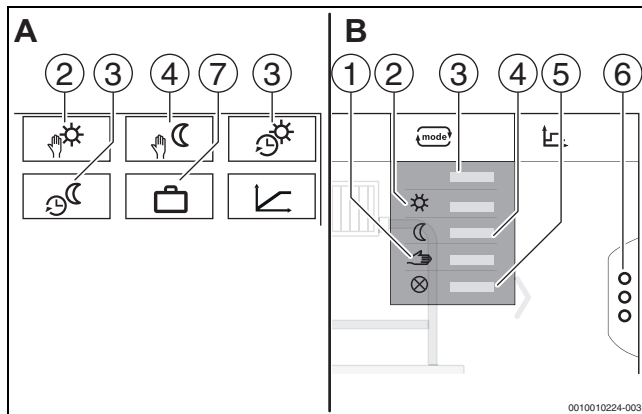
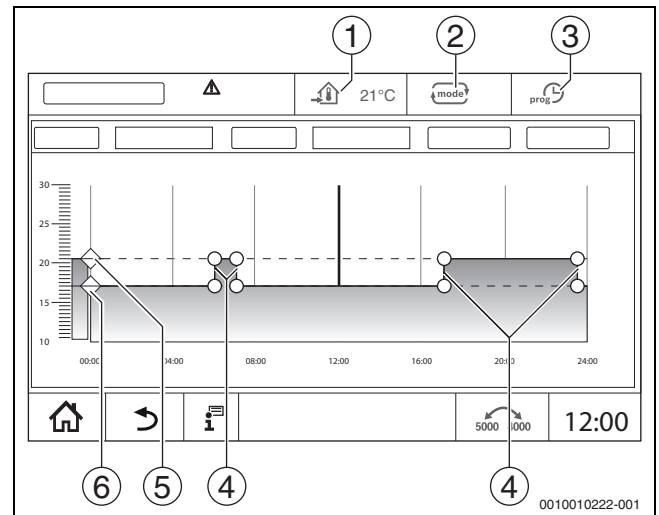

Fig. 40 Aperçus des modes de service
Fig. 41 Modification de Mode réduit automatique dans le programme horaire
Des températures et critères de commutation peuvent être personnalisés pour les modes de service (→ fig. 41, [2], page 65) et les extensions de fonctions (→ fig. 40, [6], page 40). Ces réglages peuvent être effectués séparément pour chaque circuit de chauffage et mode de service.
- **Mode chauffage manuel** (→ fig. 40, [2])
- **Mode réduit manuel** (→ fig. 40, [4])
- **Vacances** (→ fig. 40, [7])
Le **Mode chauffage automatique** est prédéfini par les paramètres des menus de service. Les paramètres peuvent être modifiés dans le programme horaire (→ fig. 41, [4], [5], page 65).
Le **Mode réduit automatique** est prédéfini par les paramètres des menus de service. Les paramètres peuvent être modifiés dans le programme horaire (→ fig. 41, [4], [6], page 65).
- Modifier les températures en décalant les points (→ fig. 41, [5], [6]).